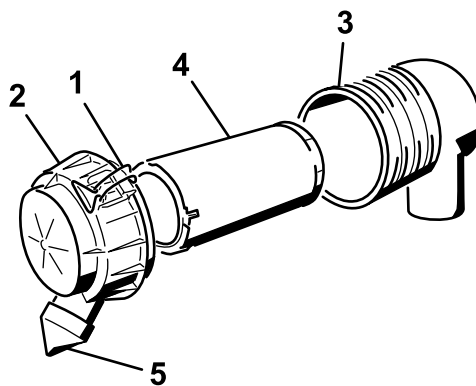

Bild 26
3. Lösen Sie die Riegel am Luftfilter und ziehen Sie die Luftfilterabdeckung vom Luftfiltergehäuse ab (Bild 26).
- Schieben Sie den Filter vorsichtig aus dem Luftfiltergehäuse heraus (Bild 26).
- Setzen Sie den Filter vorsichtig ein (Bild 26).
- Setzen Sie die Luftfilterabdeckung auf (die Staubkappe sollte nach unten zeigen) und befestigen Sie die Riegel (Bild 26).